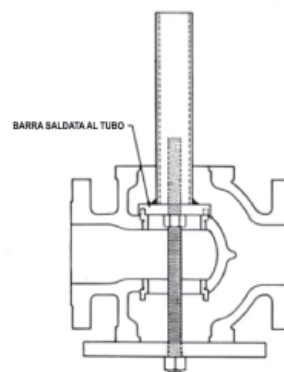

Figura 3
Gli anelli sede filettati (15 e 16) sono installati e serrati in produzione e la rimozione potrebbe rivelarsi difficile, dopo vari anni di esercizio. Per facilitare la rimozione è possibile realizzare apposite chiavi per anelli sede, da abbinare a una chiave ad impatto, che si potranno applicare alle alette dell'anello sede (vedere la Figura 3). Laddove la rimozione della sede fosse ancora impedita, si potrà riscaldare la stessa ed usare un prodotto antigrippaggio per facilitare l'operazione.
- C. Installare e serrare gli anelli sede utilizzando la chiave realizzata appositamente per la rimozione. (Vedere la Figura 3).